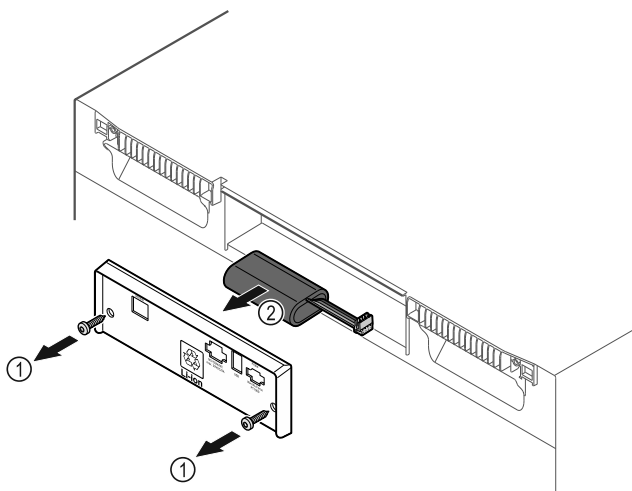

Fig. 235
- ▶ Skru ut skruene, og ta av dekslet på baksiden av apparatet Fig. 235 (1).
- ▶ Koble fra og ta ut batteriet Fig. 235 (2).